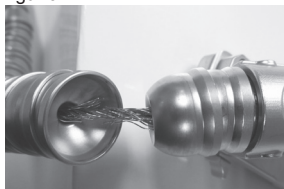

Figur 6 – Eksempel på lukkede kompressionsskiver
3. Placér tilbehørsudstyret efter behov. Drej det primære håndtag med uret, indtil mellemrummet mellem kompressionsskiverne lukkes som vist i figur 6. Lukningen af mellemrummet mellem skiverne indikerer, at den anbefalede kabelspænding er nået som vist på billedet herunder.